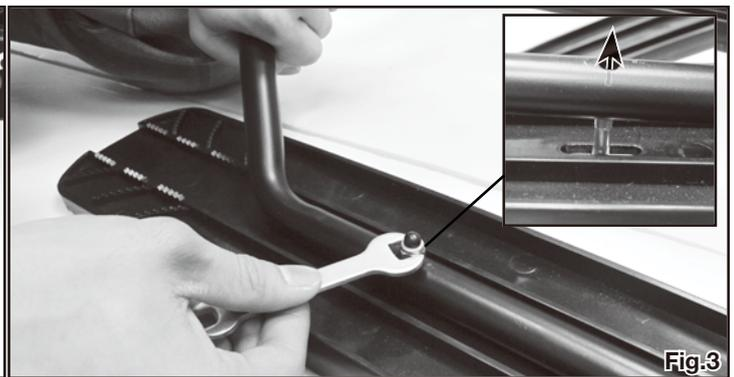

Fig.3
2. Attachez le ski latéral en utilisant le boulon du ski latéral. Glissez le boulon du ski latéral du bas du ski jusqu'au haut du ski, à travers la structure. Puis, placez l'écrou autobloquant et serrez-le fermement à l'aide du serre-écrou. (voir fig. 3)